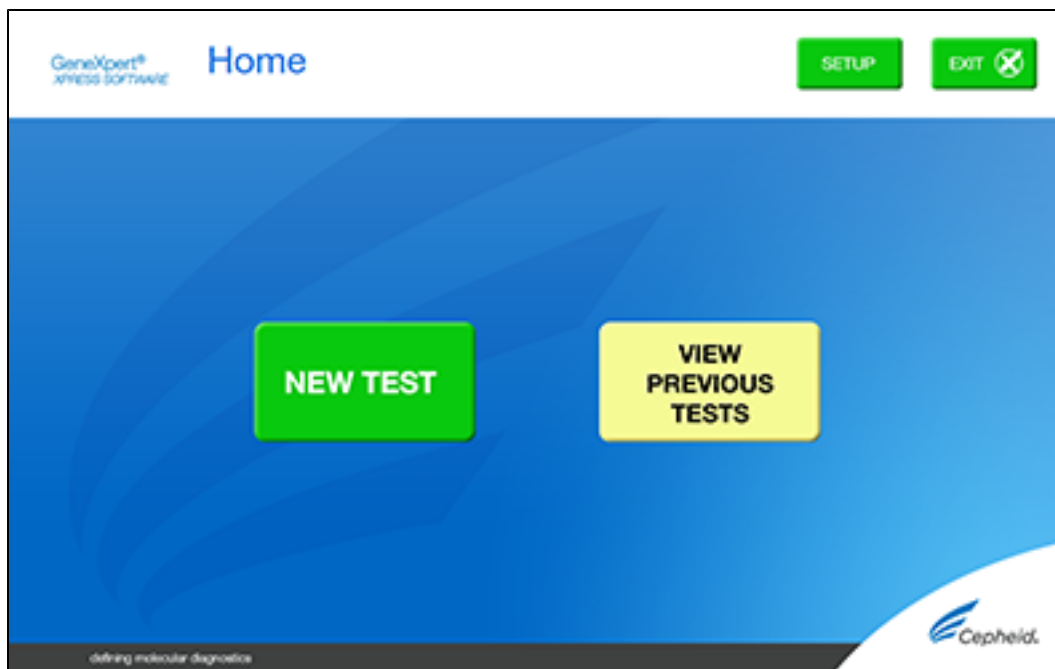

Figure 13. Bouton **VOIR LES TESTS PRÉCÉDENTS (VIEW PREVIOUS TESTS)** sur l'écran d'accueil
1. Appuyez sur le bouton **VOIR LES TESTS PRÉCÉDENTS (VIEW PREVIOUS TESTS)** sur l'écran **Accueil (Home)** illustré dans la Figure 13.